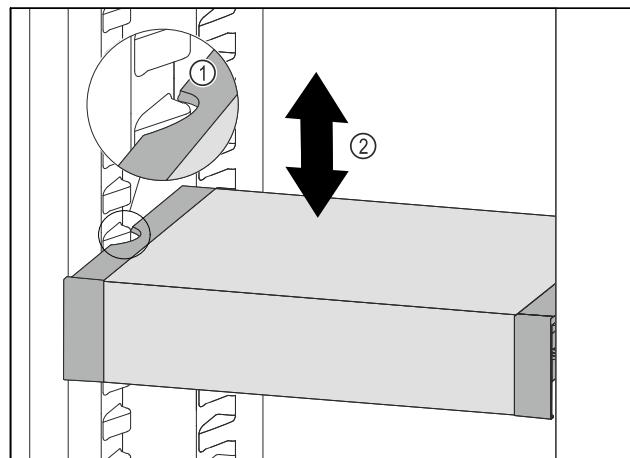

Fig. 110
- Tirer le VarioSafe vers l'avant jusqu'à ce que les encoches latérales du VarioSafe soient à la hauteur de la nervure du bac dans la partie réfrigérateur. Fig. 110 (1)
- Déplacer le VarioSafe vers le haut ou vers le bas dans la partie réfrigérateur jusqu'à ce que la hauteur souhaitée soit atteinte. *Fig. 110 (2)*